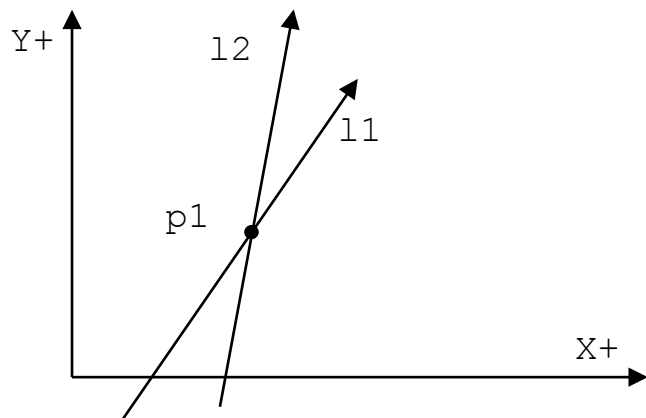

Рисунок 2.55
- точка пересечения двух прямых, определённых ранее (рисунок 2.55):